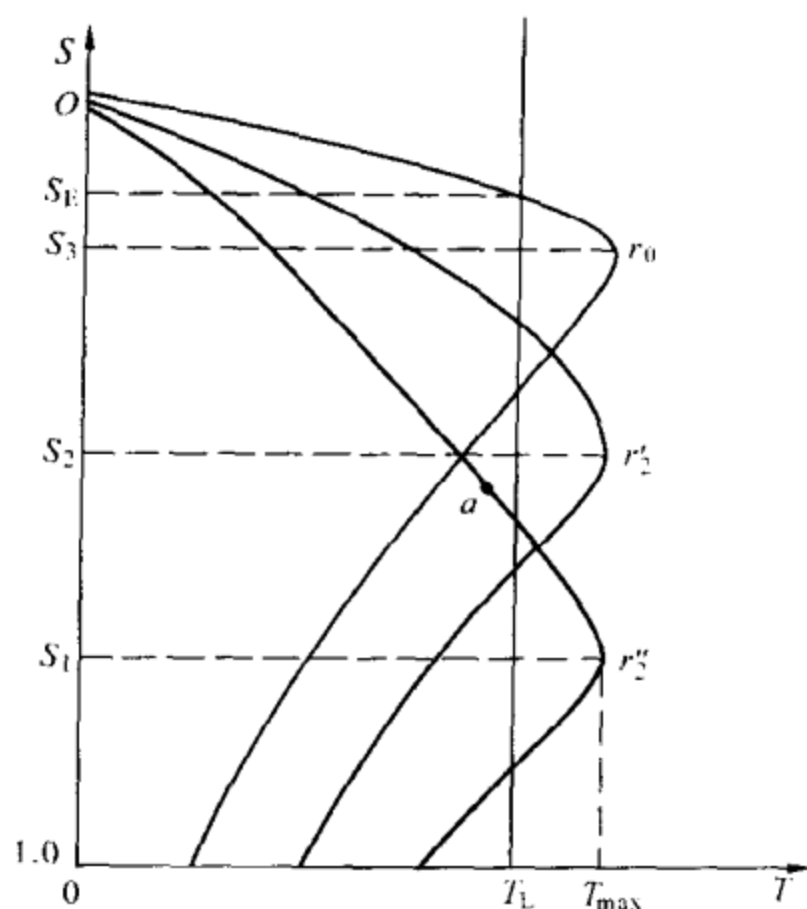

图 4-7 电动机转子串联不同
(1) 换挡操作过程中，中途停留时间不宜过长。桥式起重机上的电动机都是绕线型异步电动机，由转子串电阻调速。电动机转子串联不同电阻后的各机械特性曲线 $T = f(s)$ 如图 4-7 所示。电阻 $r'_2 > r_2 > r_0$ ，三条曲线分别代表主令控制器处于第 1、2、3 挡的情况。 T_L 为负载转矩。当电动机刚起动在第一挡行驶时，运行在曲线 r'_2 上，转速迅速上升（即转差率减小到 S_1 ），并获得最大转矩 T_{max} ，电动机转差率向 S_2 过渡，此时电动机的转矩迅速地减小到低于负载转矩，如曲线 a 点上。如果此时不立即换到第二挡运行，即换到特性曲线 r_2 上运行，则电动机会因出力不够而电流过大，只有立即换到曲线 r_2 上，才能使电动机继续获得最大转矩，并继续升速。因电动机在起动过程中，起动电流远大于额定电流，并运行在不稳定区，只有换挡到 r_0 曲线上，达到额定转差率 S_E ，电动机才能进入稳定区运行。所以换挡时，也就是电动机起动时，中途停留时间不宜过长。
(2) 下降较重负载时，转子不宜串电阻。在下降较重负载时，由于负载的位能力矩带动电动机旋转，使电动机转速超过同步转速。此时转差率为负，但转向仍为正，产生的电磁转矩为负，与转向相反，进入发电制动状态。这时如果在转子中串入电阻，反而使速度增加，造成飞车降落，容易发生事故。所以下降较重负载时，主令控制器的手柄可从零位直接推到下降 3 挡，以实现发电制动下降。
(3) 制动器不灵常相遇，不宜打反挡代替制动。在制动器不灵时，桥式起重机司机就从第三挡飞快地操作到反挡 2 或反挡 3。这样不但使电动机遭到很大的反向电动力的冲击，而且使传动的机械部分受到不同程度的损坏。故即使在制动器失灵情况下，也只能打反向一挡，使机械部分慢速换向。
(4) 连续生产的行车，不宜偏重受载行驶。桥式起重机的大